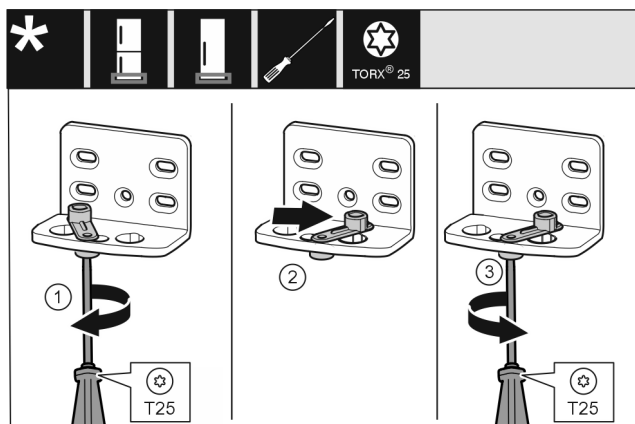

Fig. 44 *
- ▶ Odvijačem labavo uvrnite vijak Fig. 44 (1)*
- ▶ Podignite pomagalo za zatvaranje vrata Fig. 44 (2) i okrenite ga za 90° nadesno u provrt.*
- ▶ Odvijačem pritegnite vijak Fig. 44 (3)*